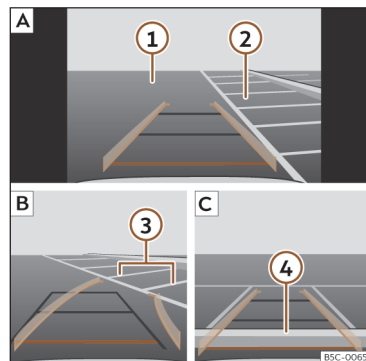

Fig. 145 Visualização no ecrã do sistema infotainment: estacionamento com o assistente de marcha-atrás.
Legenda da >>> **Fig. 145:**
- Posicione o veículo à frente do lugar de estacionamento >>> **Fig. 145** ② **A**.
- Retroceda rodando o volante de forma que as linhas amarelas se introduzam no lugar de estacionamento. As linhas verdes e amarelas têm de coincidir com as linhas de delimitação laterais ③ **B**.
- Pare o veículo quando a linha vermelha tiver atingido a delimitação traseira ④ **C**.